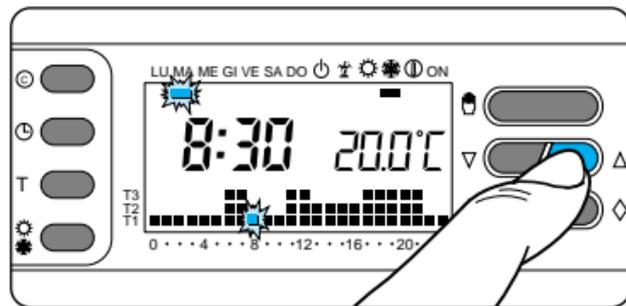

Fig. 22
**3.7** - Pulse el botón  o  hasta llegar al día en curso (fig. 22).